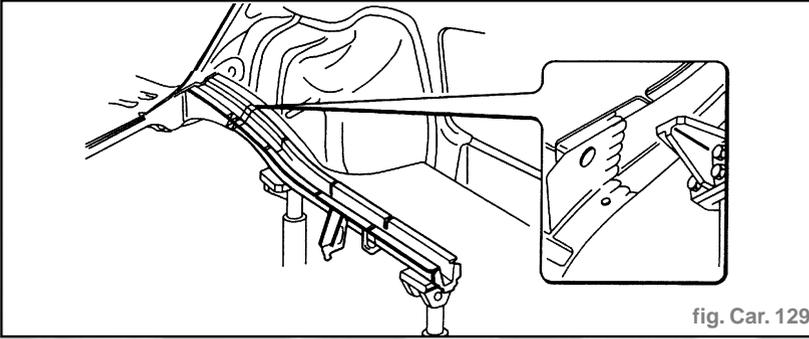

fig. Car. 129
- Procéder à la soudure MIG continue (fig. Car. 129).